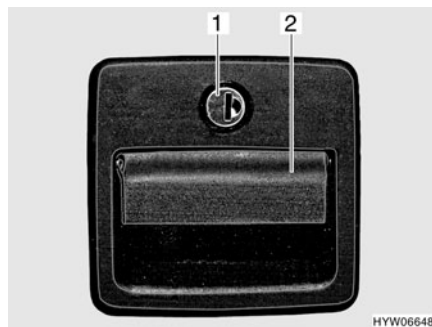

Fig. 28 Serrure du portillon avec poignée (large)
- Insérer la clé dans le barillet (Fig. 28,1) et la tourner d'un quart de tour dans le sens inverse des aiguilles d'une montre. La serrure du portillon est déverrouillée.
- Tirer sur la poignée de la serrure (Fig. 28,2). Le portillon extérieur est ouvert.